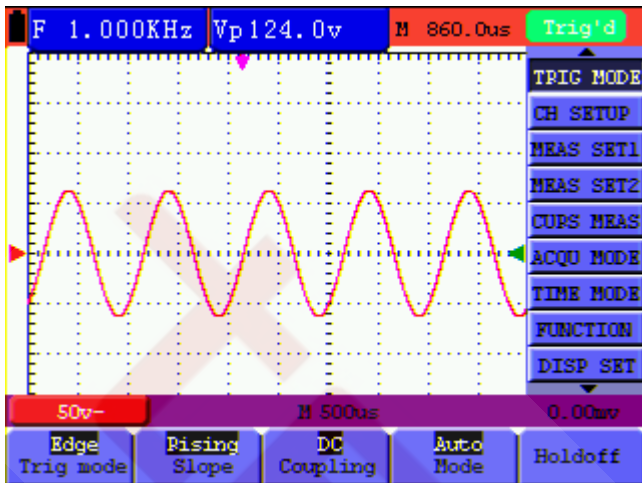

Рисунок 6. Меню осциллографа
Следующий пример показывает, как можно использовать предусмотренные в приборе меню для выбора функций (см. рисунок 6).
3. Выберите одну из кнопок **F1-F5** и нажмите ее для изменения настроек функций (см. рисунок 6).